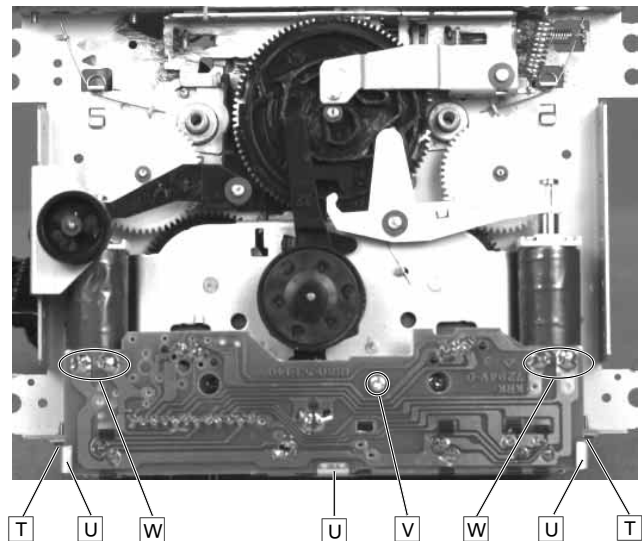

Fig. 16
**10. Laufwerkleiterplatte ausbauen, Fig. 16**
**10. Removing the drive mechanism circuit board, Fig. 16**